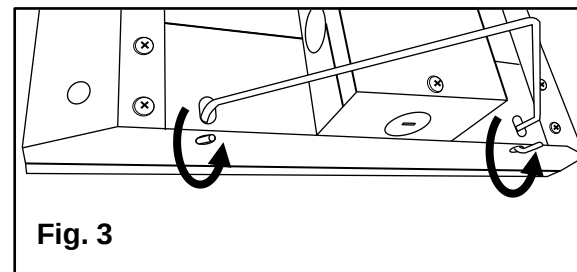

Fig. 3
6. Enganche las **perchas** en los **agujeros oblongos** en la parte posterior del luminario y a través de los **agujeros redondos** en el extremo del luminario. [Fig. 3]